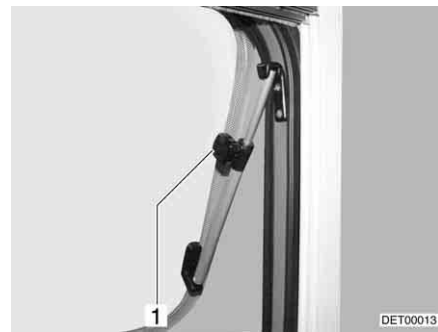

Bild 67 Ausstellfenster mit Dreh-Ausstellern, geöffnet
- Ausstellfenster bis zur gewünschten Stellung öffnen und mit Rändelknopf (Bild 67,1) feststellen.
- Rändelknopf (Bild 67,1) drehen, bis Arretierung freigegeben wird.